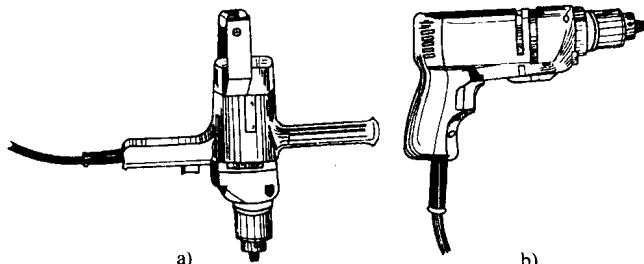

图 1-22 手电钻
(1) 手电钻 手电钻见图 1-22，它是一种手提式电动工具。在进行工件的修理或装配